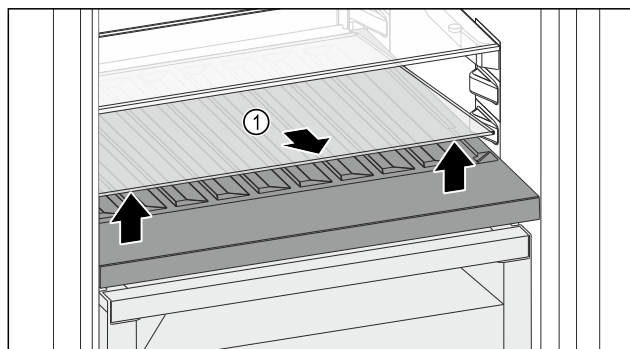

Fig. 114
- Løft glassplaten Fig. 114 (1) foran på fordypningen og ta den ut.
- Oppbevar glassplaten Fig. 114 (1) trygt utenfor apparatet.